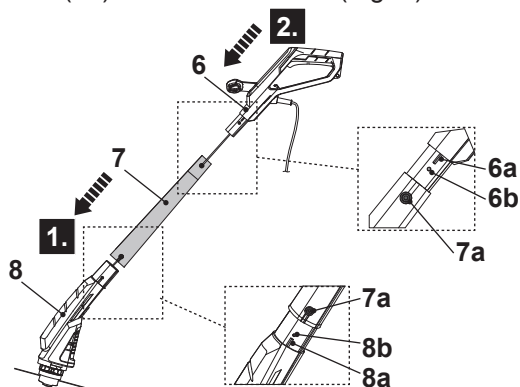

Fig. 1
1. Alinhe e deslize a ranhura deslizante da vara intermédia (7) para o espicho (8a) da vara inferior (8). Insira completamente a vara intermédia (7) e assegure que os orifícios do parafuso (7a, 8b) estão bem alinhados (Fig. 1, passo 1).
2. Alinhe e deslize o espicho (6a) da vara superior (6) na ranhura deslizante da vara intermédia (7). Insira completamente a vara superior (6) e assegure que os orifícios do parafuso (6b, 7a) estão bem alinhados (Fig. 1, passo 2).